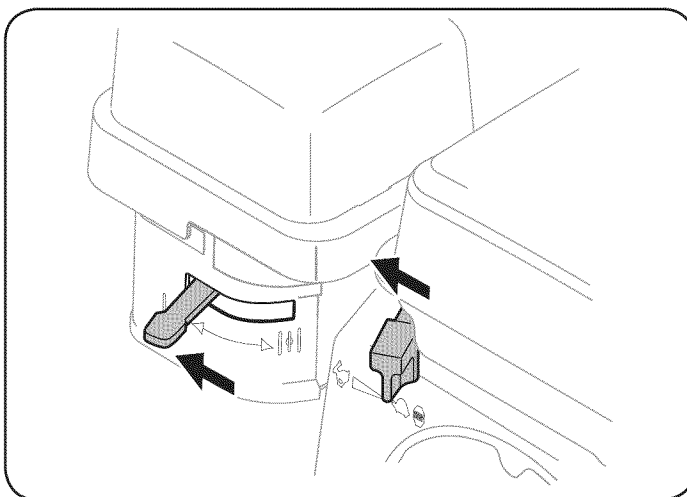

Figura 13
4. Empuje la palanca del estrangulador a la posición CHOKE (cebador) |↘|. Si el motor ya está caliente, ubique el regulador en la posición RUN |↕| (funcionamiento) en lugar de CHOKE (cebador) |↘|. Vea la Figura 13.